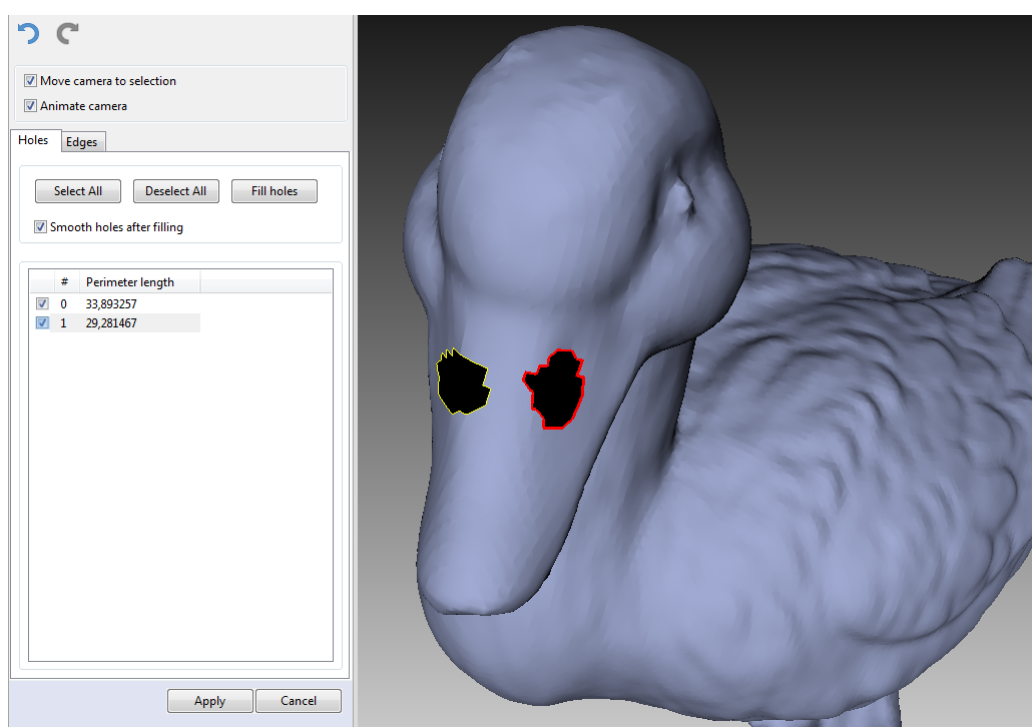

Рис. 8.38: Две дырки отмечены для исправления
- Установить флажок рядом с каждой границей, которую вы хотите исправить. Эти границы будут подсвечены красным цветом в окне *3D вида* (Рис. 8.38).